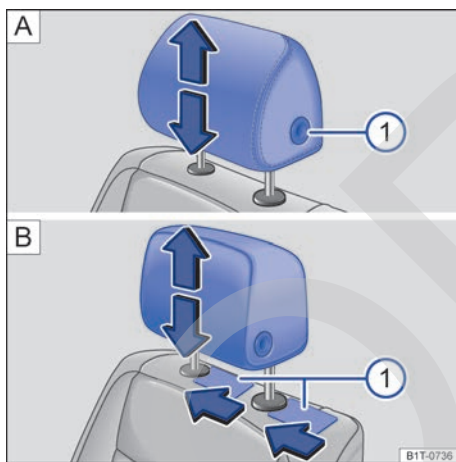

Fig. 99 Desmontaje de los apoyacabezas delanteros: **A** Apoyacabezas con ajuste longitudinal y **B** apoyacabezas sin ajuste longitudinal.
- Extraiga el apoyacabezas a la vez que presiona completamente la tecla → fig. 99 **A** ①.
- Introduzca a ambos lados un objeto plano (una tarjeta de plástico, p. ej.) entre el tapizado del respaldo y la tapa de la barra del apoyacabezas y desbloquee al mismo tiempo las barras ejerciendo una ligera presión → fig. 99 **B** ①.
- Baje el apoyacabezas completamente a la vez que presiona la tecla → fig. 99 **A** ①.